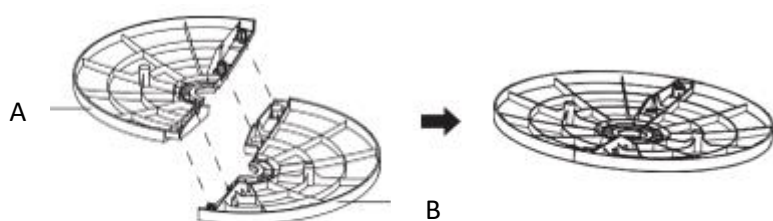

Fig. 1
1. Scoateți din ambalaj cele două componente ale bazei. Introduceți cele două proeminente ale componentei A în cele două orificii ale componentei B și cele două proeminente ale componentei B în cele două orificii ale componentei A, pentru a realiza asamblarea bazei conform Fig. 1.